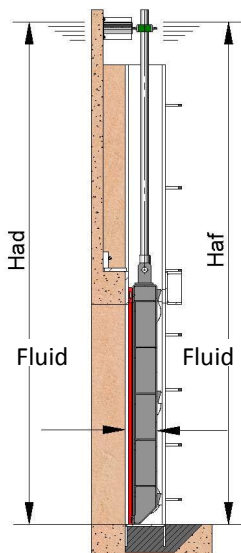
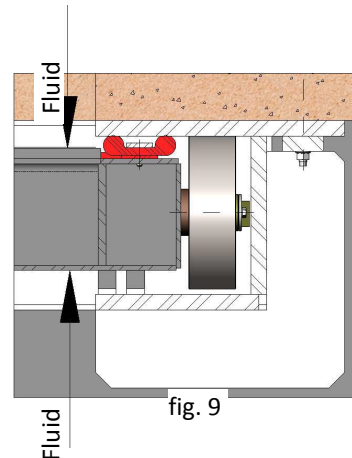

fig. 10
fig. 9
- BIDIRECTIONAL: (Fig. 9 and fig. 10)